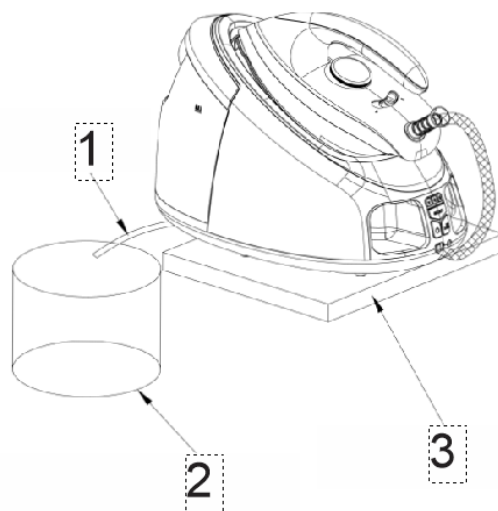

Fig.4
3. Coloque la base de la unidad sobre una mesa estable, luego coloque el tubo de silicona dentro de un recipiente, llene el depósito de agua y vuelva a colocarlo en su sitio (consulte la fig. 4). Asegúrese de que el aparato se encuentre sobre una base estable.